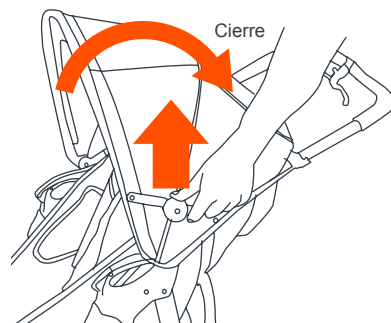

Fig. 9
- 9) • Para plegar la cubierta: tire hacia arriba de los tensores y luego tire hacia atrás del borde delantero (Fig. 9).